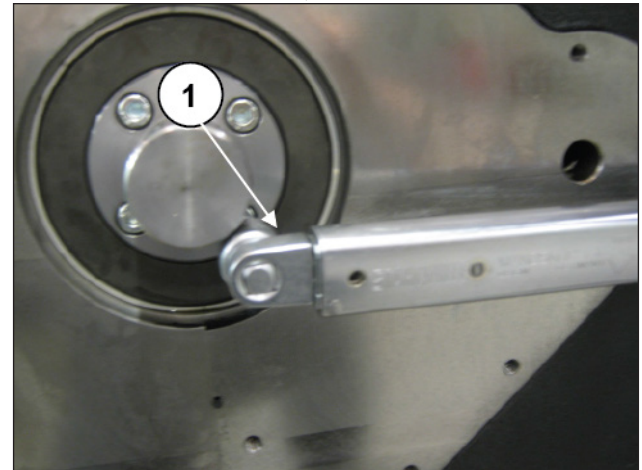

Рис. 123
Вставьте шпонку в соответствующий паз на хвостовике привода масляного насоса (поз. ①, Рис. 123).